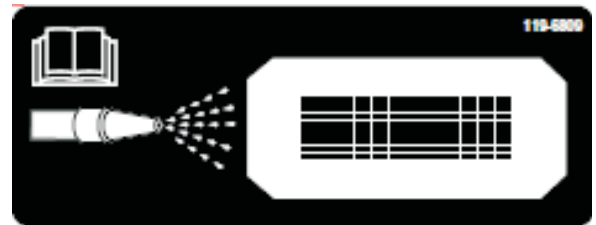
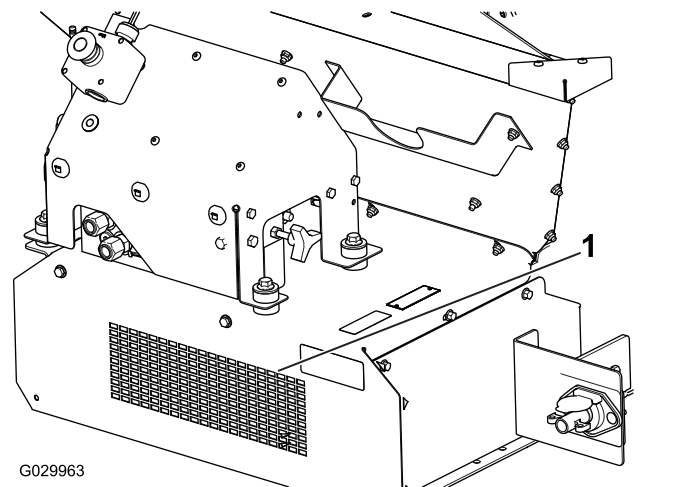

Figura 57
Figura 58
10. Individuate sulla parte frontale della macchina l'adesivo di pulizia (Figura 57) e con un tubo da giardino spruzzate acqua attraverso la grata di protezione anteriore fino a quando la vaschetta risulta completamente pulita (Figura 58).